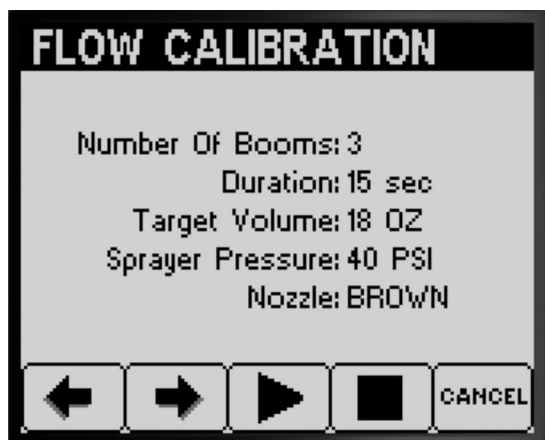

Figura 50
4. En la pantalla Calibración de caudal, confirme el número de brazos y el color de las boquillas, y pulse el botón 3 para iniciar la prueba de volumen (Figura 50).